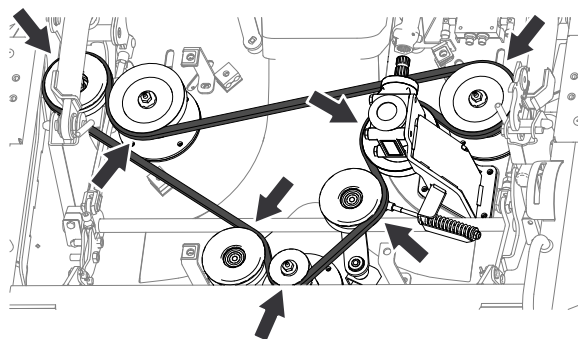

Рисунок 134
1. Наденьте на шкивы новый ремень, как показано на Рисунок 134.